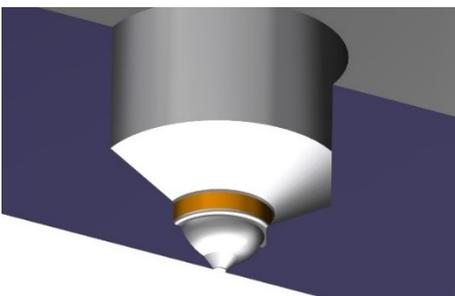

Abbildung 36: Prüfung des anschnittnahen Durchmesser
- 4) Prüfen Sie, ob der Dichtdurchmesser nahe der Düsenanschnittstelle innerhalb der geforderten Toleranz liegt. Dieser ist grundsätzlich als ØH6 auszuführen (in Abbildung 36 orange eingefärbt), außer anders angegeben. Im Falle einer Düse mit Vorkammer ist eine Toleranz von ØH7 einzuhalten.